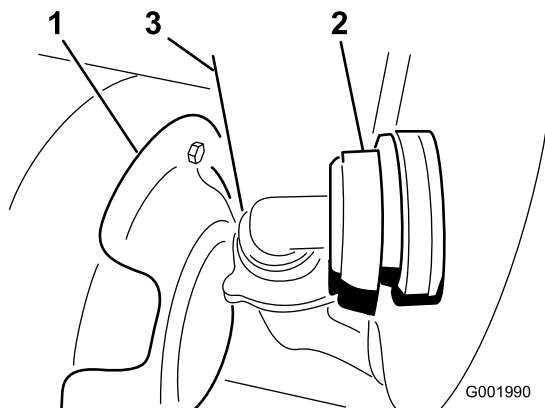

Figura 57
3. Desconecte la manguera situada en la cara delantera inferior del depósito (Figura 57).
Nota: Es posible que usted tenga que empujar hacia atrás el protector térmico (Figura 57) mientras retira la cubierta.
7. Conecte la manguera a la parte delantera del depósito (Figura 57).